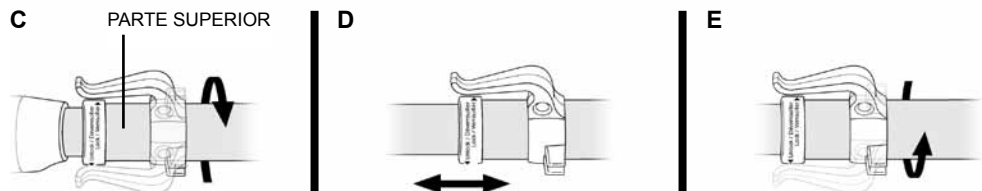

FIGURA 1
1. Inserte el conector de rosca de la parte inferior del Tubo de Extensión en la base de la unidad principal (FIGURA 1-A).
2. Gire el Tubo de Extensión en el sentido de las manecillas del reloj, como se muestra, para fijarlo a la base (FIGURA 1-B). Asegúrese de que el Tubo esté firmemente ajustado.
- A) Gire la parte superior (más gruesa) del Tubo de Extensión hacia la posición "UNLOCK" indicada en el sello para desajustarlo (FIGURA 1-C).
- B) Ajuste la parte superior al largo deseado (FIGURA 1-D).
- C) Gire la parte superior del Tubo de Extensión hacia la posición "LOCK" indicada en el sello para fijarlo nuevamente en la base (FIGURA 1-E).